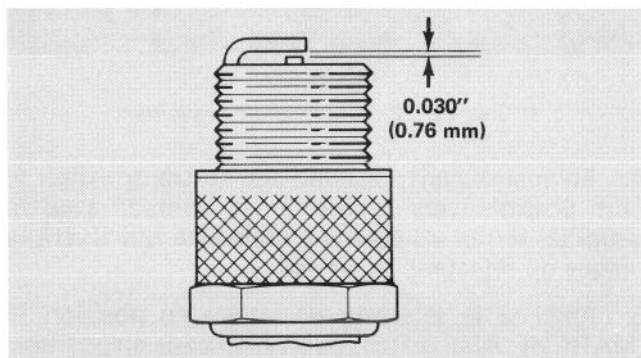

Figure 39
3. Réglez l'écartement des électrodes de la bougie neuve à 0.030" (0.752 mm) (Fig. 39). Posez ensuite la bougie dans la culasse. Serrez-la à 15 lb/pi. (20.4 N° m). Si vous ne vous servez pas d'une clé dynamométrique, serrez-la fermement.